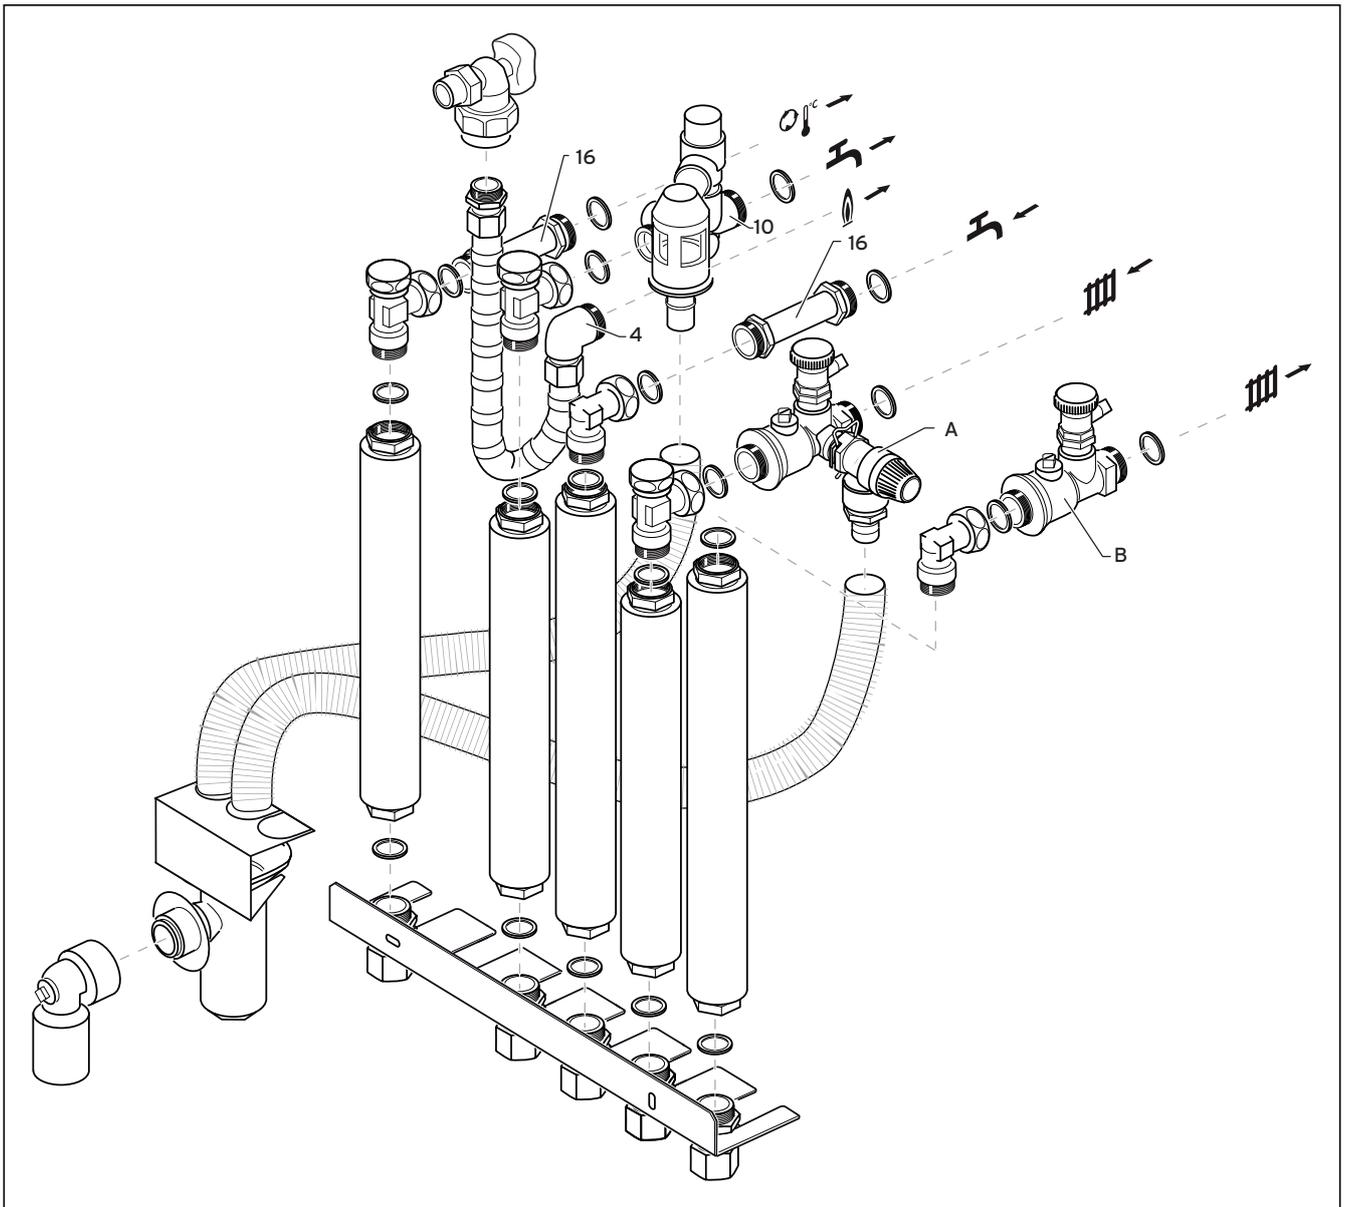

Abb. 4.7: Übersicht Geräteanschlüsse
- Montieren Sie das Edelstahl-Wellrohr für Zirkulation an der Anschlusskonsole (13).
- Montieren Sie das T-Stück (17) auf das Edelstahl-Wellrohr für Zirkulation.
- Montieren Sie das Rohr-Versatzstück (16) auf das T-Stück (17).
- Der Anschluss des Geräts erfolgt gemäß Abbildung 4.7 unter Verwendung von je einem Rechteckdichtring.
- Heizkreisrücklauf: Den Wartungshahn (B) mit dem Anschluss für den Heizkreisrücklauf verschrauben.
- Heizkreisvorlauf: Den Wartungshahn (A) mit dem Anschluss für den Heizkreisvorlauf verschrauben.
- Trinkwasser (warm): Das Rohr-Versatzstück (16) mit dem Anschluss für Trinkwasser (warm) verschrauben.
- Trinkwasser (kalt): Die Sicherheitsgruppe (10) mit dem Anschluss für Trinkwasser (kalt) verschrauben.
- Das Gasrohr (4) mit dem Gasanschluss verschrauben.
- Zirkulation: Das Rohr-Versatzstück (16) mit dem Anschluss für Zirkulation verschrauben.